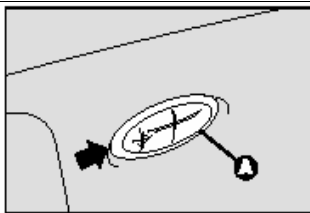

рис.38
- Извлеките плафон **A** - **рис.38**, поддев его в точке, указанной стрелкой;